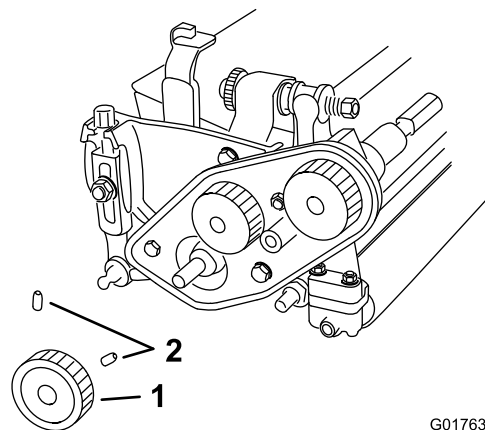

Figura 7
- Allentate le 2 viti a pressione che fissano la puleggia inferiore e rimuovete la puleggia dall'albero del cilindro (Figura 7).